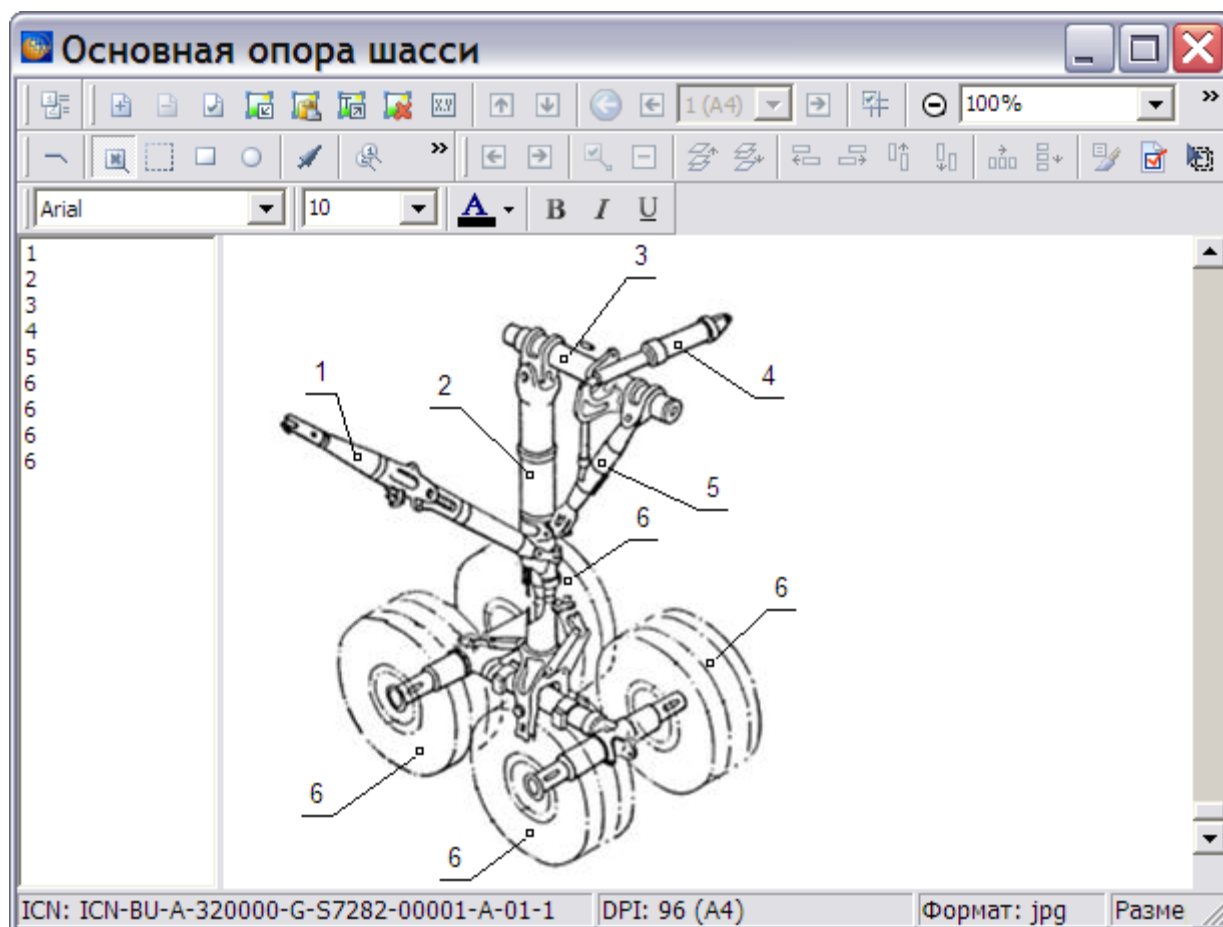

Рис. 7.58
4. Нажмите **ОК**. При этом изображение появится в окне создания иллюстраций. Расставьте выноски, как показано на Рис. 7.58. Подробно о расстановке выносок, а также об использовании всех инструментов смотрите в подразделе «**Расстановка выносок**» раздела 5.3.5.